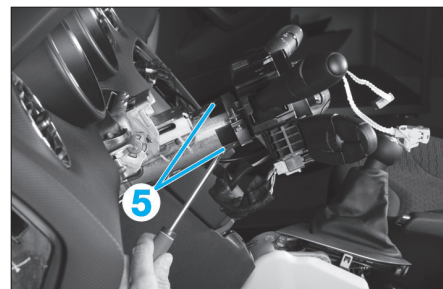

Fig. 6
- Ecarter les verrouillages (5) (Fig.6).